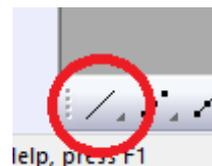

图 12 “/” 直线拟合键
**Origin9 数据处理简介:** 在 Excel 中选取  $x^2$  数据列复制粘贴到 origin 表格中第 2 列数据表格中。第 1 列由上而下依次输入 1, 2, 3... 选中第 1 列与第 2 列数据。点击软件窗口左下角“/”符号, 如图 12。则 origin 软件自动生成直线拟合图。在菜单栏中依次选“Analysis”->“fitting”->“Linear Fit”->“1<Last used>”后点击。Origin 最后以 2 种形式显示数据处理后的结果。出现在表格中 Slope 一行中的第一列(Value)是斜率 K 值(Value), 第二列(Standard Error)是标准偏差, 也就是斜率 K 的不确定度  $u(K)$ 。还有相关系数(R-square)。